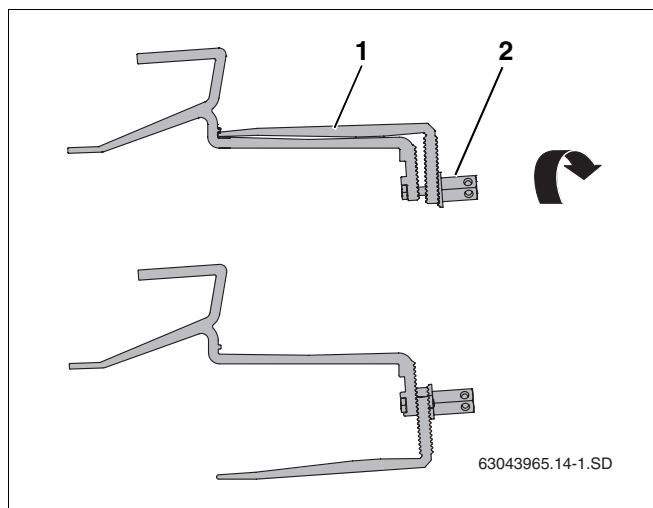

Fig. 12 Girar la parte inferior de los ganchos de tejado
- ▶ Suelte la tuerca larga (fig. 12, **pos. 2**) del gancho de tejado y sitúe la parte inferior del mismo (fig. 12, **pos. 1**) en la posición correcta.